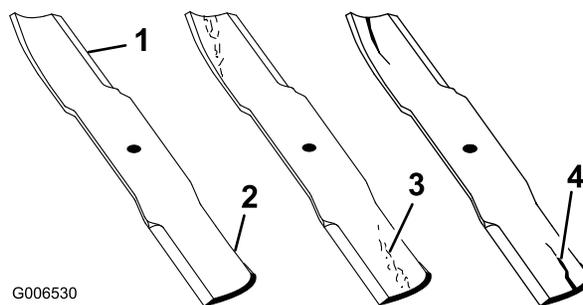

Figura 47
1. Controllate i taglienti (Figura 47). Se i taglienti non sono affilati o mostrano delle tacche, togliete le lame e affilatele. Vedere Affilatura delle lame.
2. Controllate le lame, in particolare l'area curva (Figura 47). In caso di incrinature, usura o
scanalature nell'area (voce 3. in Figura 47) montate immediatamente una nuova lama.
Se la lama rimane in posizione orizzontale, è bilanciata e può essere utilizzata. Se la lama non è bilanciata, limate del metallo soltanto dalla costa (Figura 47). Ripetete la procedura finché la lama non è perfettamente bilanciata.